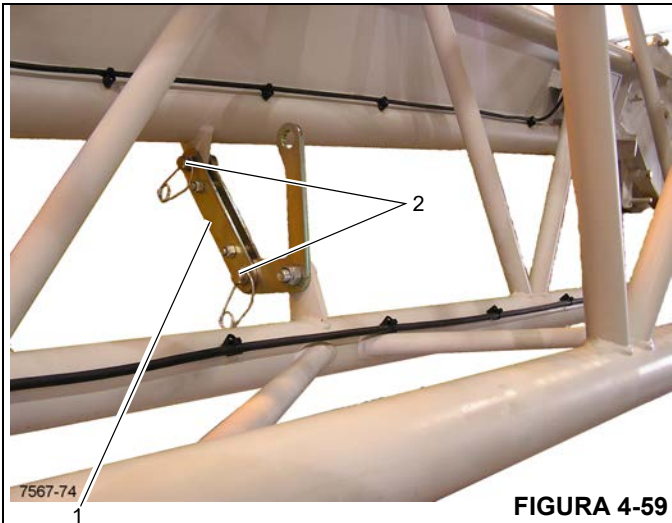

FIGURA 4-59
5. Prenda a extensão de 23 pés (7 m) na extensão de 36 pés (11 m) com a barra de trava (1) (Figura 4-59) e os pinos (2).
- As duas conexões são conectadas e presas com pinos de retenção (Figura 4-59).
- A conexão entre a extensão e a lança principal é presa com pinos de retenção (Figura 4-59).